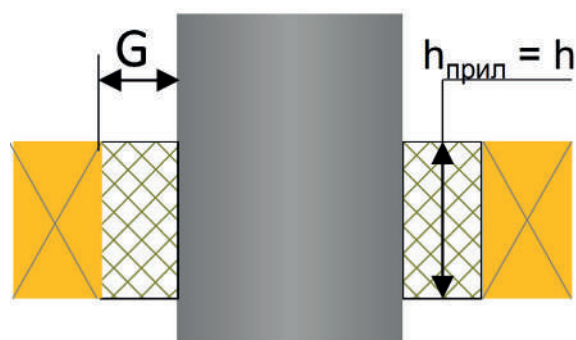

Рис. 4.3
* Примечания: 1 – выполнять с учетом рис. 4.3–4.5, 7.1–7.3